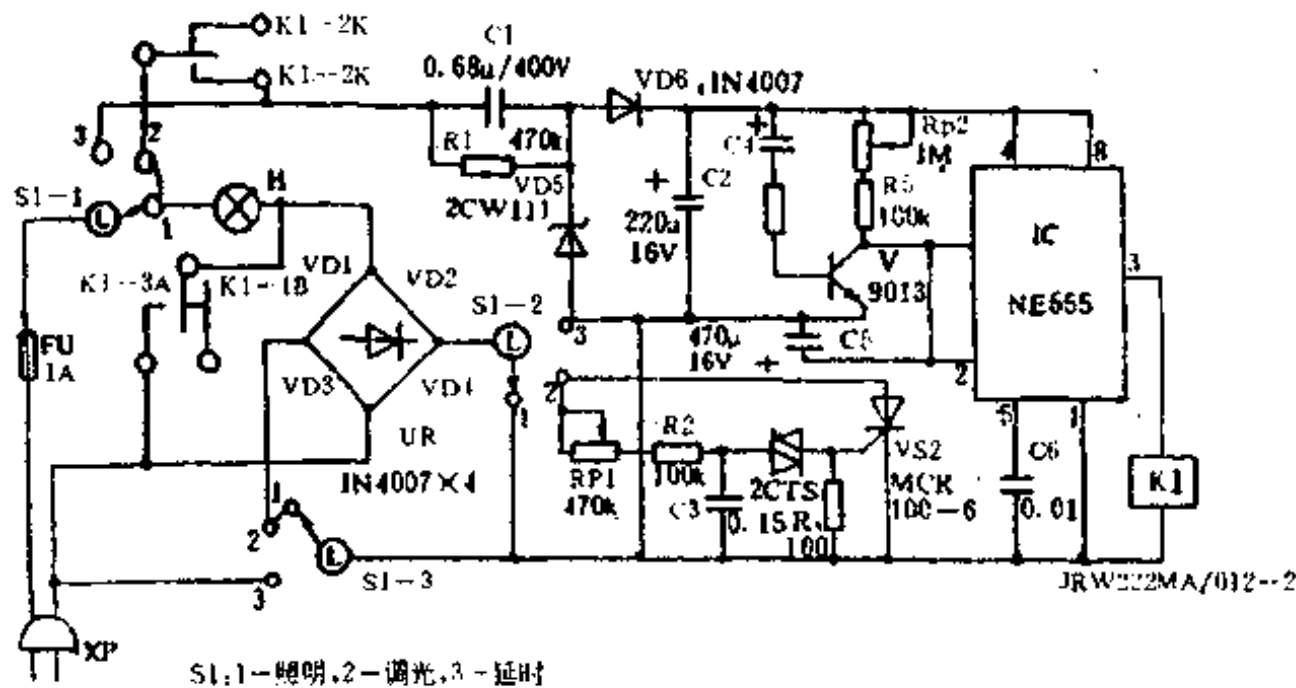
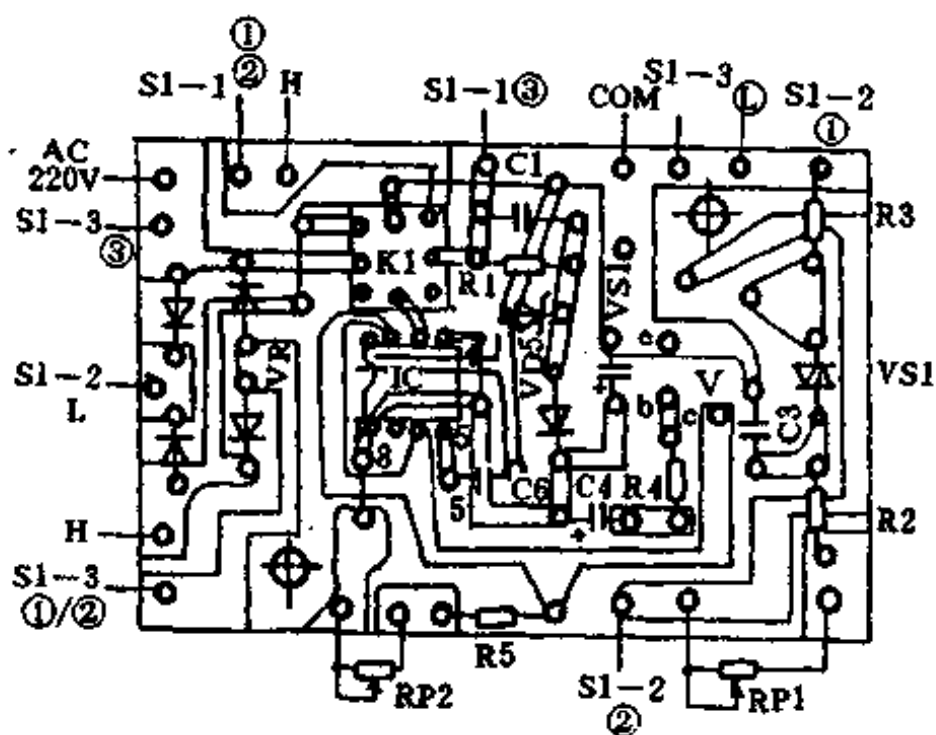
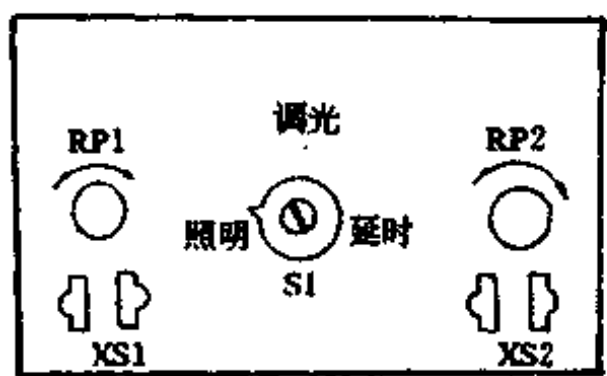

图 1-225
图 1-229
图 1-230
1. 工作原理:该灯具的整体电路如图 1-225 所示。功能开关 S1-1 置“1”位时为“照
按图 1-225 中给定值时, $T_d = 50S \sim 8M$, 如 $RP2$ 取 $2.2M\Omega$, $C5$ 取 $2200\mu F$, 则 T_d 可加大到 1.5 小时。其它未提及元件, 均按图 1-225 中的标注值选择即可。
3. 安装调试: 灯具的印刷电路板如图 1-229 所示。照图装配完毕之后, 一般无需调试即可正常工作。印制板需装入一个袖珍收音机塑壳中(自制小木壳亦可, 忌用金属壳), 结构示意图如图 1-230 所示。其中 $XS1$ 、 $XS2$ 是与图 1-225 中 H 灯并联的两个插座, 使用中只需把用电器插入其内即可达到调光、调速和调温的目的, 将灯泡接入 $XS1$ 、 $XS2$ 其中之一, 照明、调光、延时的功能即可实现。